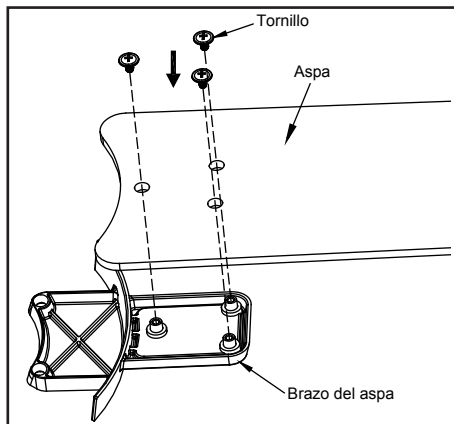

Figura 12
1. Fija el aspa al brazo del aspa insertando los orificios para tornillos del brazo del aspa en los tres orificios para tornillos del aspa. Asegúrala con los tornillos de fijación de aspa provistos (Figura 12).